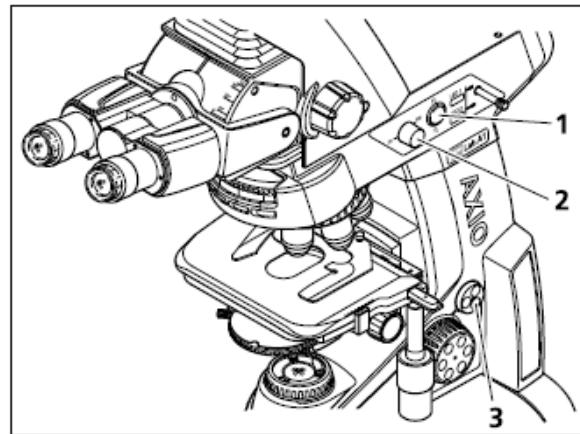

图. 3-31 光强控制和透/反转换开关
- | 通过调节亮度控制旋钮(图 3-31/3)来控制图像的亮度.
- | 根据所选的 FL/TL 摆动开关的位置, 图像亮度的调节使用透射光亮度控制旋钮(图 3-31/3)或反射荧光亮度控制旋钮(图 3-31/2)